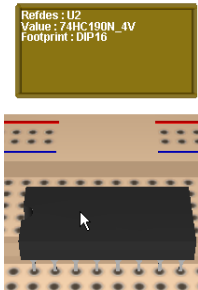
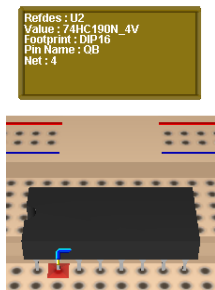

图 10-16 浏览元器件信息
图 10-17 浏览元器件引脚信息
1) 要了解已放在面包板上元器件的简要信息，只要把鼠标悬放在元器件的上面，则面包板上信息盒中就显示元器件的简明信息，如图 10-16 所示。
2) 要了解已放在面包板上元器件的引脚简要信息，只要把鼠标悬放在元器件的引脚的金属部分，则面包板上信息盒中显示元器件某引脚简明信息，如图 10-17 所示。由图 10-16 和图 10-17 信息盒中显示可以看出，图 10-17 不仅显示元器件简明信息，同时显示元器件某引脚名称、并显示与该引脚相连网络结点。